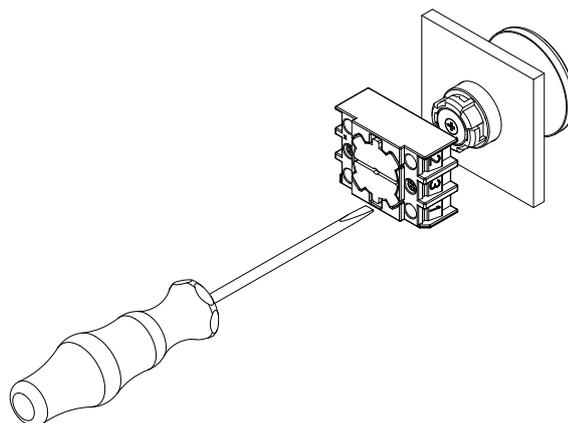

Fig. 1
1. Montagem de elementos de controlo e flange de montagem apertando os parafusos do flange de montagem com uma chave de fendas do tamanho 2 (ver a fig. 1)
1. Montagem de elementos de controlo e flange de montagem apertando os parafusos do flange de montagem com uma chave de fendas do tamanho 2 (ver secção 3.1, a fig. 1)